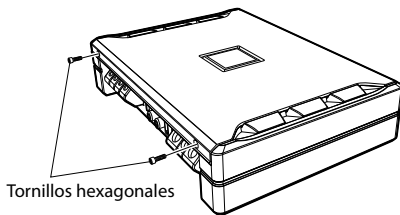

Fig. 1
1. Extraiga los tornillos hexagonales con ayuda de la llave hexagonal suministrada (pequeña). (Fig. 1)